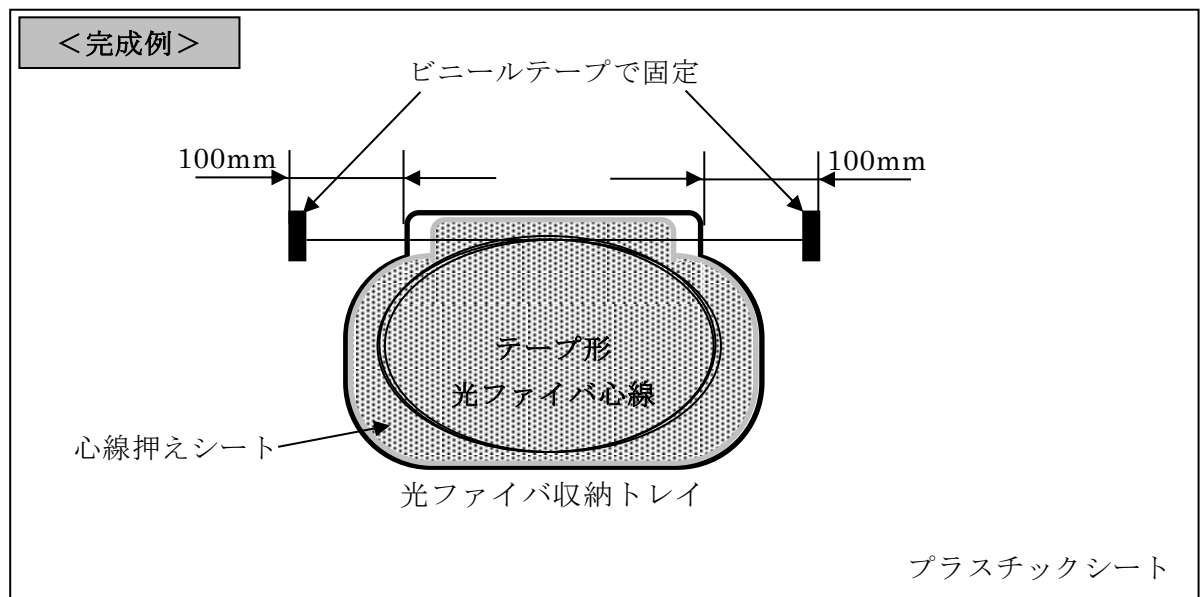

図 1 光ケーブル配線施工作業課題
- (1) 図 1 を参考にして、支給されたプラスチックシート上の中心付近に光ファイバ収納トレイを設置、固定する。
- (2) 光ファイバ収納トレイの上部端から  $100 \pm 10\text{mm}$  の範囲内に、支給された長さのテープ形光ファイバ心線の両端をビニールテープで固定する。この際に固定したビニールテープから、テープ形光ファイバ心線がはみ出さないようにする。
- (3) 固定したビニールテープは、その後取り外してはならない。 ※1
- (4) 固定したテープ形光ファイバ心線をねじれなくトレイに収納する。なお、テープ形光ファイバ心線の許容曲げ半径は、 $30\text{mm}$  以上とする。収納後、心線押えシートを取り付ける。